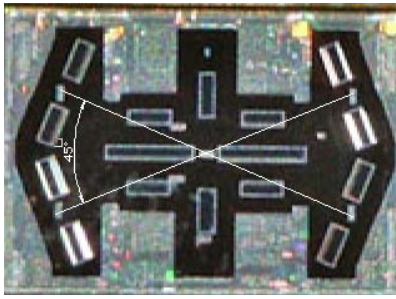

Рис.8b
**Важно!** Для регулировки АF, на мишени **необходимо** и достаточно иметь 2 пересекающиеся **линии** (аналогичные красным линиям с рис.7. Угол  $45^{\circ}$ ) отображения которых в плоскости сенсоров **проходят через центры диагональных сенсоров АF** (рис.8b)